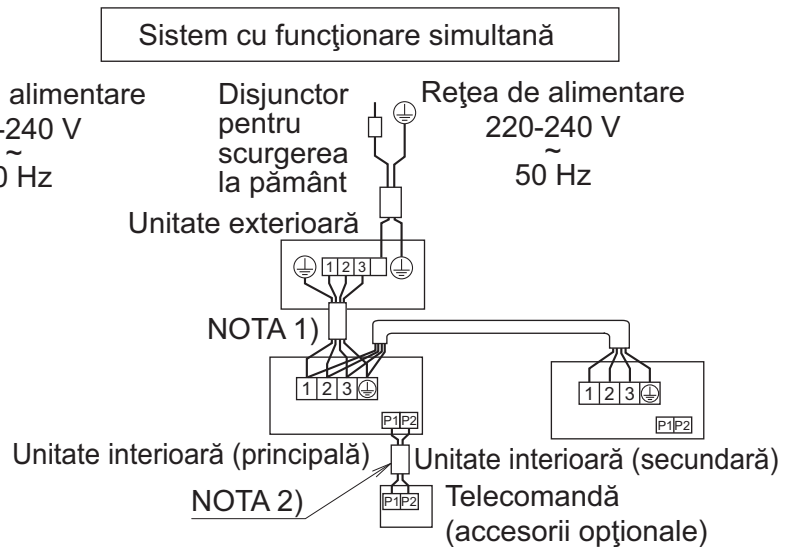

Fig. 41
- **Sistem de funcționare simultană:** 1 telecomandă controlează 2 unități interioare (2 unități interioare funcționează egal). **(Consultați Fig. 41)**